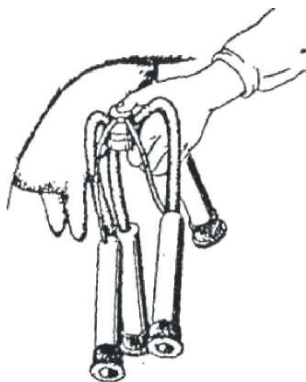

Рис. 14 Подготовка аппарата сосковой резины к надеванию на соски
- возьмите коллектор (клапаном вниз) одной рукой так, чтобы стаканы свободно свисали (рис. 14);